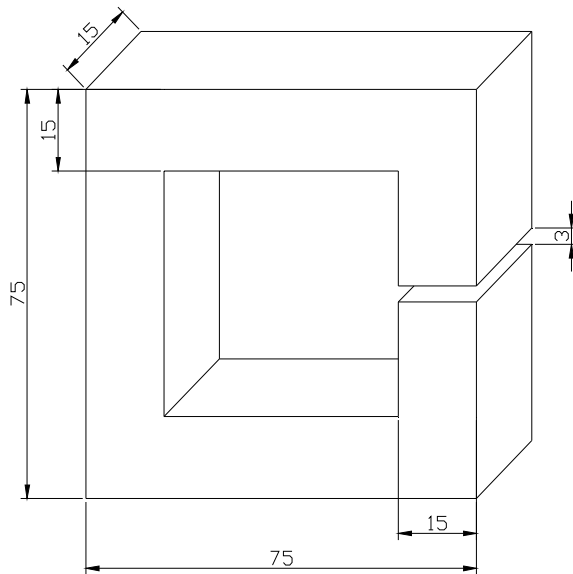

Figura 2
2. En el núcleo de la figura 2, de chapa normal, colocamos una bobina de 200 espiras. Si queremos obtener una inducción de 1,9 T en el entrehierro. Calculad: